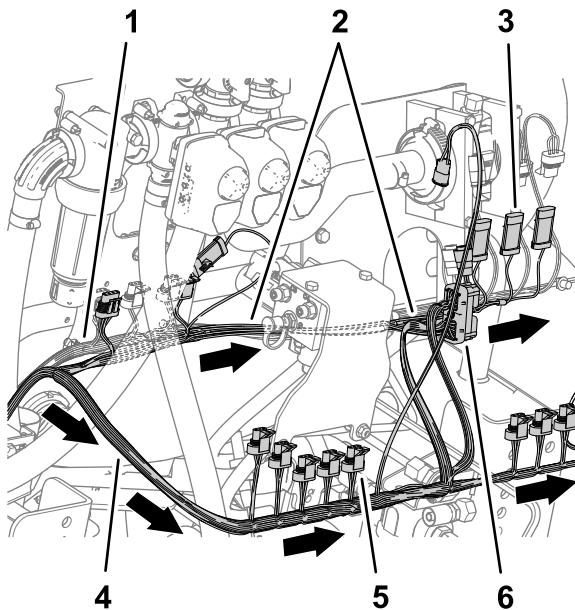

Рисунок 83
7. В задней части машины проложите ответвление жгута проводов длиной 89 см впереди подъемного коллектора и справа от расходомера, как показано на Рисунок 83.
8. Проложите ответвление длиной 102 см жгута проводов позади подъемного коллектора и направо, как показано на Рисунок 83.